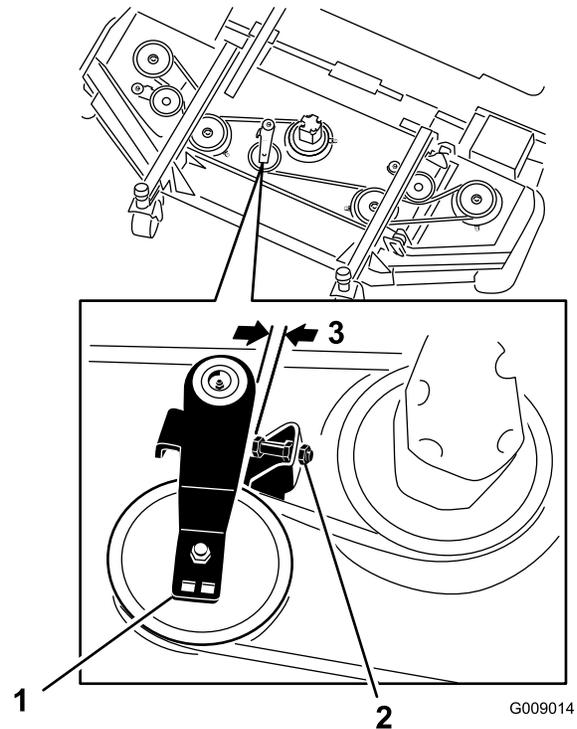

Рисунок 114
3. На передней деке в среднем положении отпустите контргайки на винте упора натяжного ролика и заверните винт упора в кронштейн (Рисунок 114).
4. Используя гаечный ключ с храповиком или аналогичный инструмент, отодвиньте натяжной ролик каждой боковой деки от приводного ремня, чтобы ослабить натяжение ремня и снять его со шкива боковой деки (Рисунок 114).